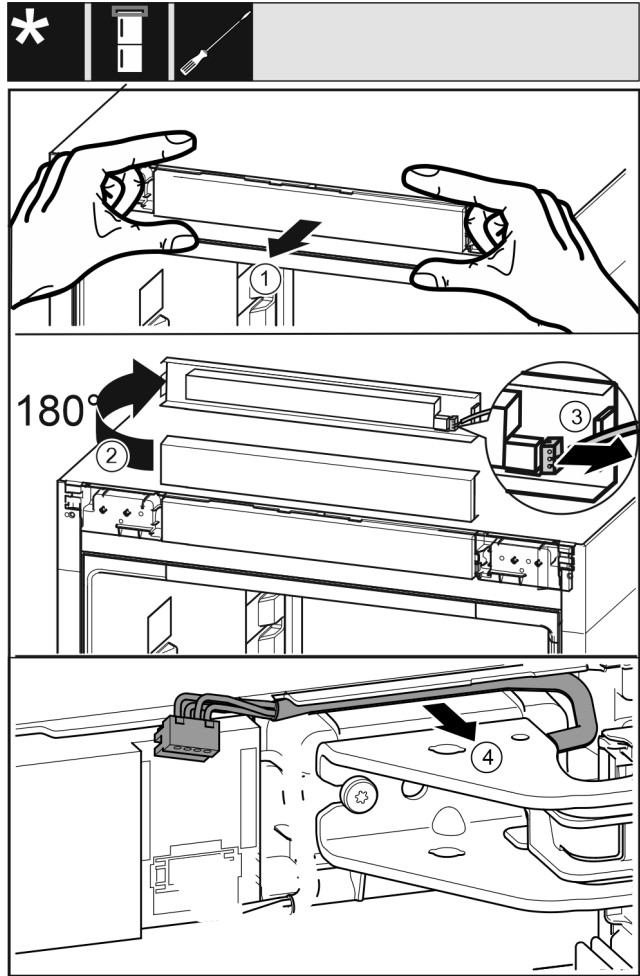

Fig. 6
- ▶ Rimuovere con cautela in avanti il pannello di comando. Fig. 6 (1)
- ▶ Ruotare verso l'alto di 180° il pannello di comando. Fig. 6 (2)
- ▶ Spingere all'indietro il nasello di arresto ed estrarre con cautela il connettore. Fig. 6 (3)
- ▶ Staccare con cautela dalla guida il cavo sopra il blocco di supporto. Fig. 6 (4)